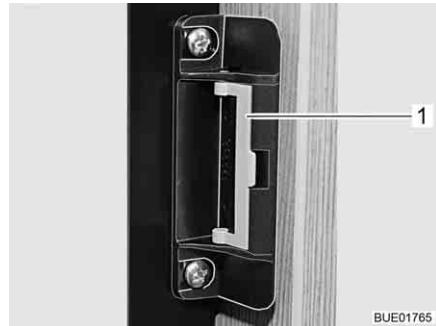

Fig. 194 Dispositivo di chiusura
- Ruotare la staffa (Fig. 194,1) in avanti (Fig. 195).